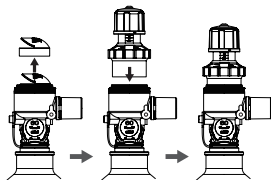

Figura 6
5. Retire el Tapón de Desvío del Puerto de Expiración y conecte la Válvula Peep al Puerto de Expiración como se muestra en la figura 6.